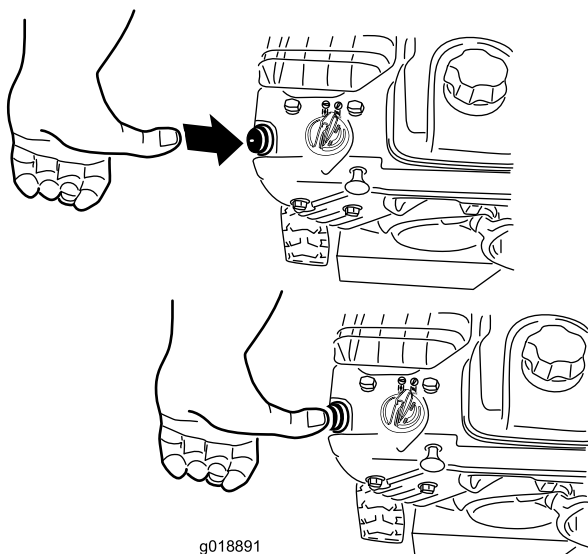

Figure 22
4. Appuyez fermement à 2 reprises sur l'amorceur avec le pouce (à partir de -9 °C [15 °F]) ou à 4 reprises (en dessous de -9 °C [15 °F]), en marquant une pause d'une seconde chaque fois (Figure 22).